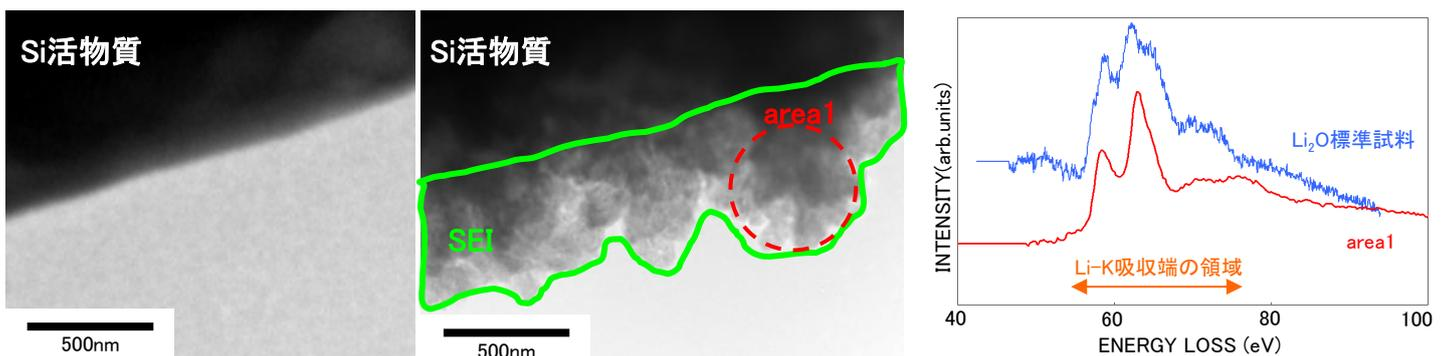

図1 EELSスペクトル
TEM-EELS法②によるSEIの観察・分析例を示します。写真1は充電前のSi活物質、写真2は充電25%のSi活物質のTEM像です。写真2で観察されたSEIは均一な層ではなく、Si活物質上にランダムに成長しており、厚みは約500nm程度でした。area1から取得したEELS分析結果(図1)と電子回折図形を解析した結果、微結晶のLi2Oであると確認されました。